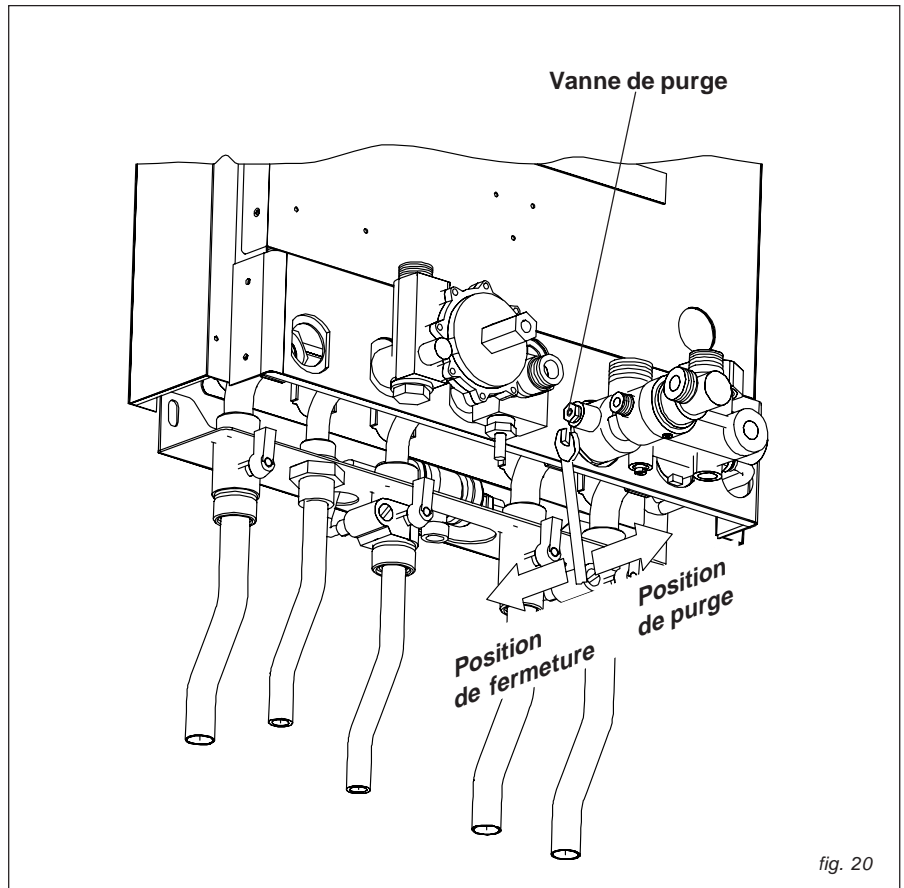

fig. 20
- fermer les robinets de remplissage et laisser à nouveau s'échapper l'air contenu dans la chaudière par sa propre vanne de purge prévue sur la vanne trois voies (fig. 20).